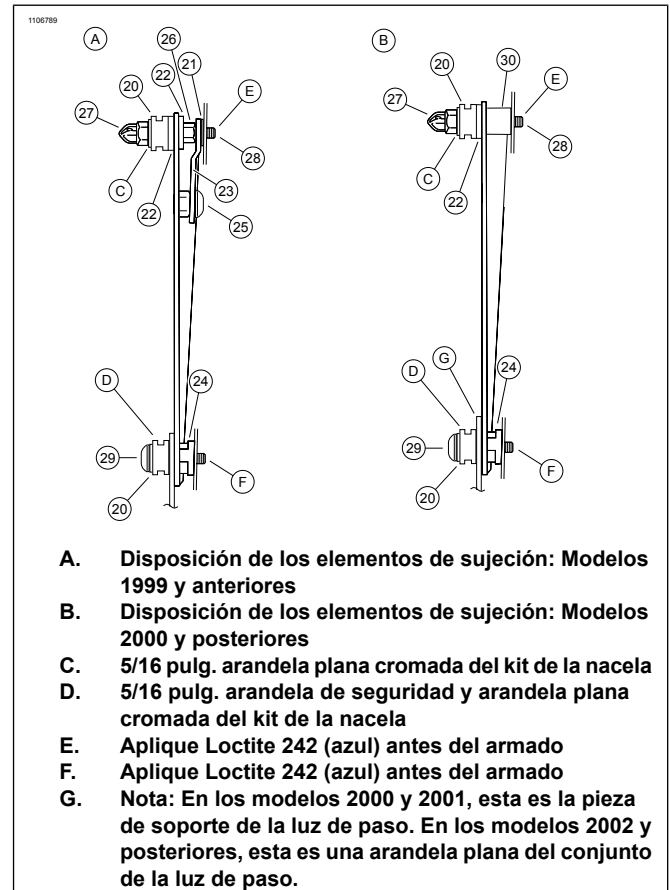

Figura 1. Disposición de los elementos de sujeción
1. Vea la Figura 1. Con el conjunto de la luz de paso fuera del vehículo, coloque los elementos de sujeción de montaje superior (21, 22, 23, 25, 26 y 28) en las piezas de soporte de la luz de paso como se muestra. Ajuste solamente los tornillos (25) ubicados en la posición central.
Vea las excepciones para el paso siguiente en Figura 1, (G).
3. Sujete los espaciadores de la luz de paso (24) a la pieza de soporte de la luz de paso. Coloque la parte inferior de la pieza de soporte de la luz de paso en su posición. Sujete la parte inferior de la pieza de soporte con los puntos de acoplamiento inferior (20) a la pieza de soporte de la horquilla con los tornillos (29) y las arandelas de cromo del kit de la nacela. Ajuste suavemente los tornillos inferiores.